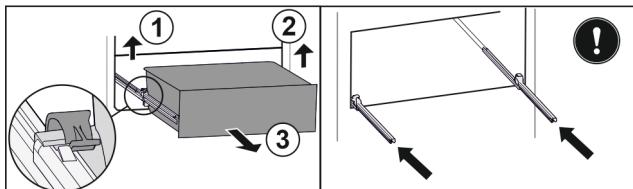

Fig. 88
- ▶ Приподнимите левый зажим и одновременно вытяните движением вперед выдвижной ящик слева. Fig. 88 (1)
- ▶ Приподнимите правый зажим и одновременно вытяните движением вперед выдвижной ящик справа. Fig. 88 (2)
- ▶ Извлеките выдвижной ящик движением вперед. Fig. 88 (3)